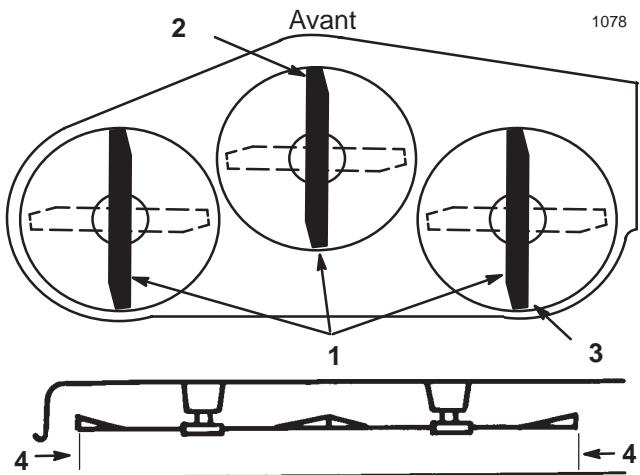

Figure 41
5. Réglez la hauteur de coupe à 76 mm et tournez les lames avec précaution dans le sens longitudinal (Fig. 41).
6. Mesurez la distance entre la pointe de la lame avant (Fig. 41) et la pointe de la lame arrière par rapport à la surface plane. Si la pointe avant de la lame n'est pas de 1,6 à 7,9 mm plus basse que la pointe arrière, réglez les tourillons avant.
9. Lorsque les deux tourillons sont réglés de la même manière, fixez les chapes en place à l'aide des goupilles fendues. Vérifiez de nouveau l'inclinaison avant/arrière. Poursuivez le réglage des chapes jusqu'à ce que la pointe avant de lame soit de 1,6 à 7,9 mm plus bas que la pointe arrière (Fig. 41).